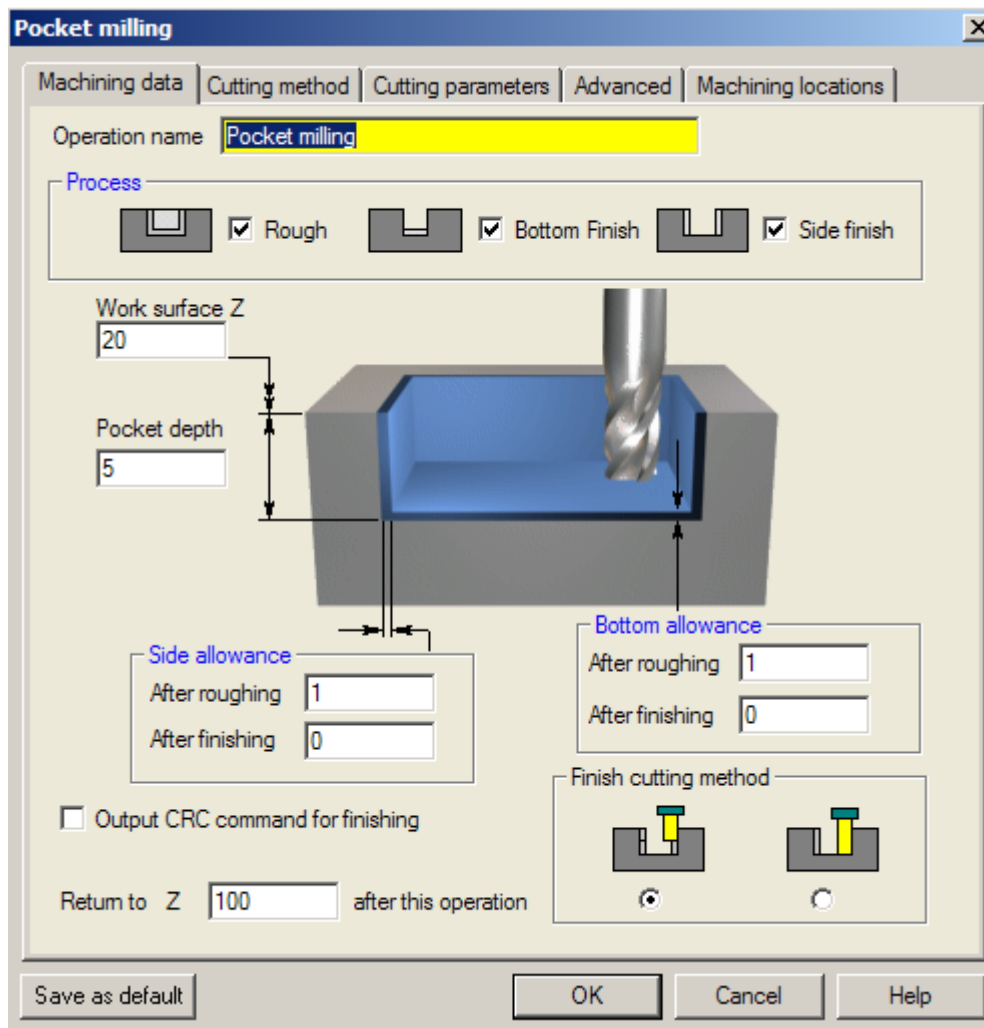

**Figura 11.17** Stabilirea vitezei, avansului și adâncimii maxime de frezare la o trecere
- selectați tab-ul *Cutting parameters* și completați câmpurile ca în figura 11.17;